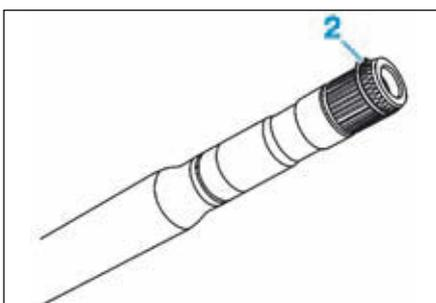

FIG.5
- Déposer l'anneau d'arrêt (2) (Fig.5).
- Reposer l'anneau d'arrêt (2) (Fig.5).